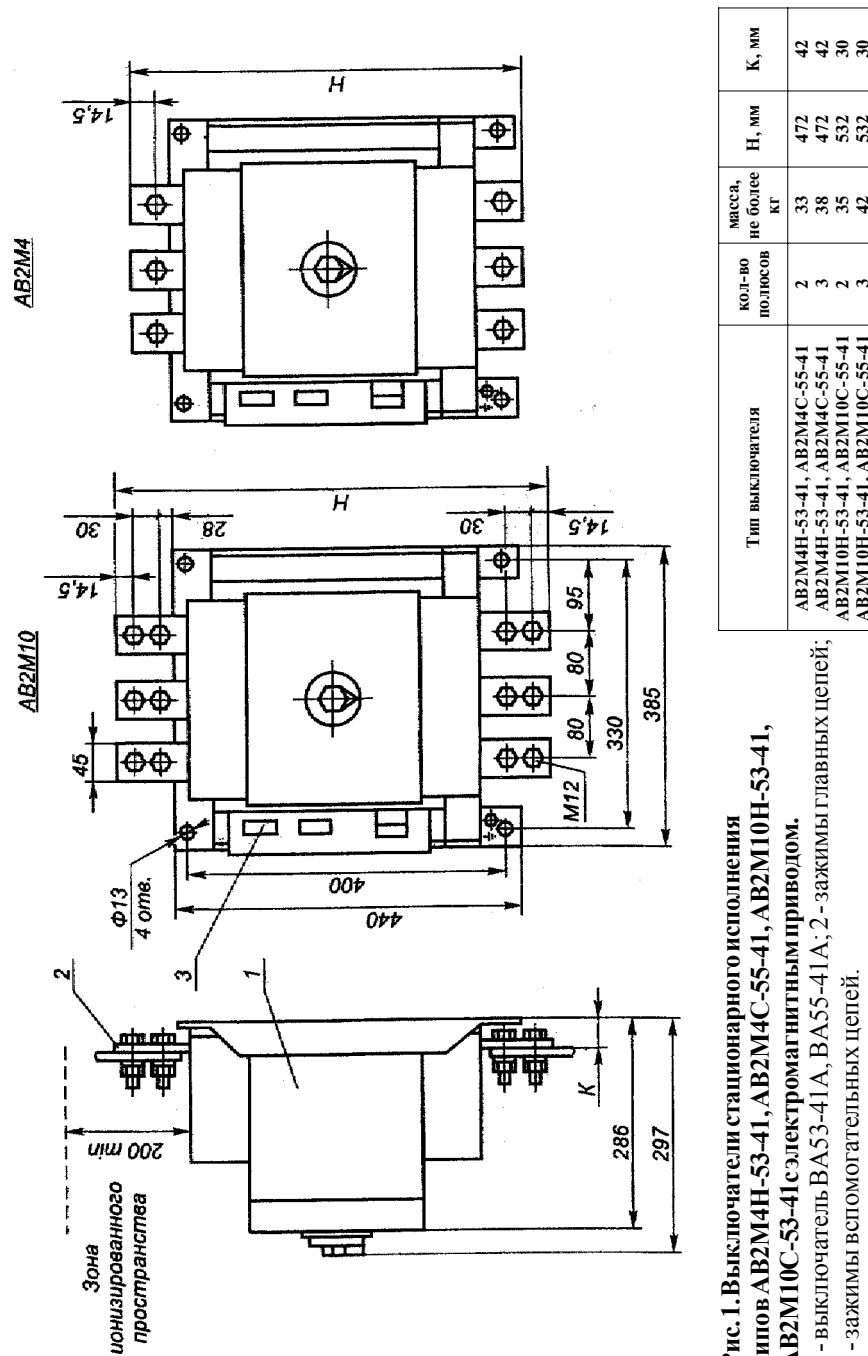

Рис. 1. Выключатели стационарного исполнения типов AB2M4H-53-41, AB2M4C-55-41, AB2M10H-53-41, AB2M10C-55-41 электромагнитным приводом.
Рис. 1а. Выключатели стационарного исполнения типов АВ2М4Н-53-41, АВ2М4С-55-41, АВ2М10Н-53-41, АВ2М10С-53-41 с ручным приводом.
Электрические соединения при монтаже выключателя в зависимости от исполнения выключателя осуществляются в соответствии со схемами на рис. 1...8 приложения В.
- в конструкции, на которой крепится выключатель, выполняются отверстия согласно рис. 1, 2 приложения Б;